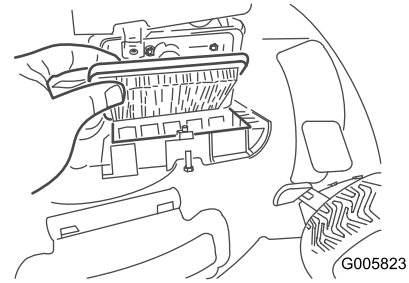

Figura 17
2. Sostituite il filtro dell'aria (Figura 17).